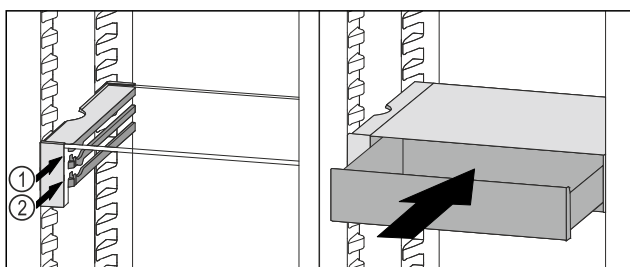

Fig. 106
- Stavite ladicu VarioSafe ukoso iza zaustavljača na željeni žlijeb Fig. 106 (1) ili Fig. 106 (2).